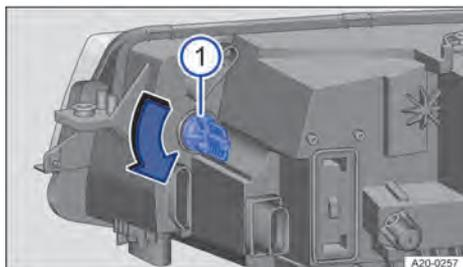

Fig. 132 Parte trasera del faro derecho: cambiar la lámpara del intermitente.
3. Gire el portalámparas → fig. 132  en el sentido de la flecha y extráigalo.